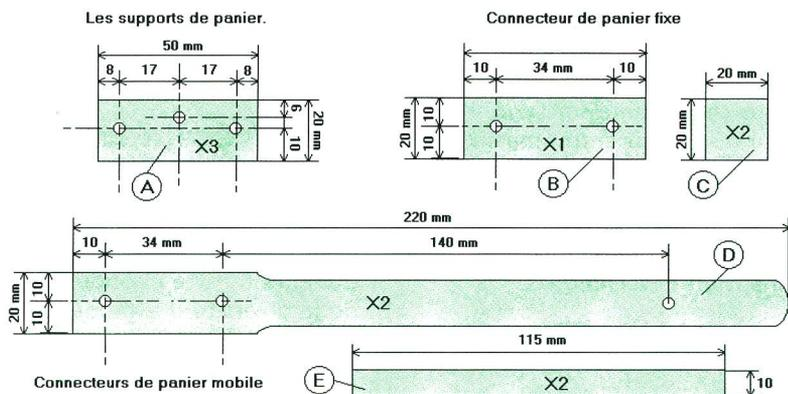

Fig 5 Découpe et perçage des bras et supports du panier
afin de préserver l'aspect "ancien" de cet ensemble. Sinon vous pourrez bien entendu utiliser du PVC ou du polystyrène choc si ces matériaux vous semblent plus simples à travailler. La première étape consiste à reporter le tracé des découpes et des points de perçage. Les bras et supports de panier sont à travailler avec le même matériau isolant (figure 5). Ne découpez pas les deux nervures (E) si les pièces sont en contreplaqué d'une épaisseur supérieure à 3 mm.